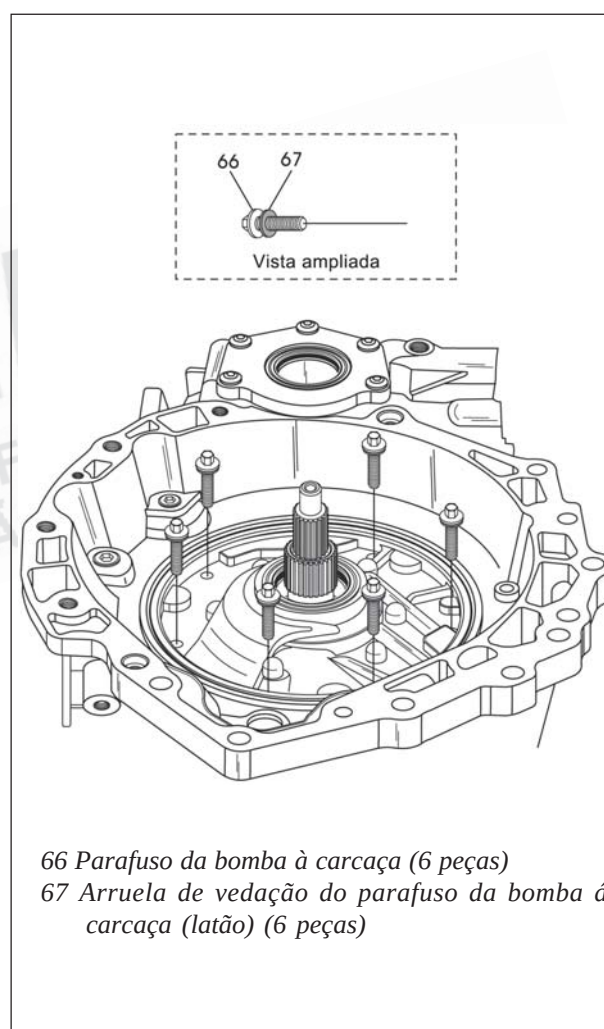

Figura 264
65. Instale novas arruelas de vedação de latão em cada um dos seis parafusos de fixação da bomba de óleo à carcaça (Veja figura 264)
66. Instale os seis parafusos de fixação da bomba à carcaça, conforme mostra a figura 264.